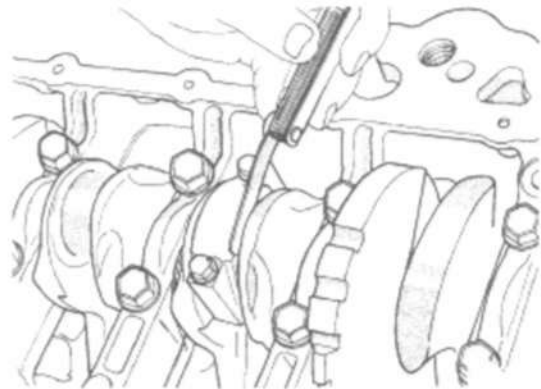

Рис. 38 Боковой зазор шатуна
- (1) Измерение зазора шатунных подшипников и использование Plastigage описано в п. 9-ДВИГАТЕЛЬ-СТАНДАРТНЫЕ ОПЕРАЦИИ. Значение зазора подшипников см. в п. 9-ДВИГАТЕЛЬ-СПЕЦИФИКАЦИИ
- (2) Перед установкой **НОВЫХ** болтов смазать резьбу чистым моторным маслом.
- (3) Плотно установить каждый болтовой палец, затем затянуть их попеременно для правильности сборки крышки.
- (4) Болты затягивать моментом 27 Н·м + 1/4 оборота. Для последнего этапа тарированный ключ не использовать.
- (5) При помощи щупа проверить боковой зазор шатуна (Рис. 38) Спецификации зазора см. п.9-ДВИГАТЕЛЬ-СПЕЦИФИКАЦИИ.